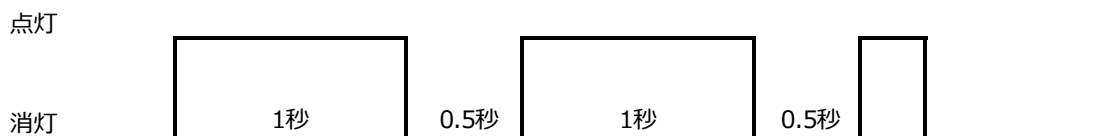

図 1 点滅のタイムチャート
- ① 現在日時を作図構成図に従い 24 時間表記にて表示する。
- ② モータ 1 が回転している時は回転数を作図構成図に従い表示する。
- ③ 回転数の表示は正回転中には正数、逆回転中は負数で表示する。
- ④ 「PH1」が ON の時は、“コンベヤ材料”が緑色に点灯する。
- ⑤ 「PH1」が OFF の時は“コンベヤ材料”が消灯し、“材料不足”が図 1 に従い赤色に点滅する。
- ⑥ 「PH2」が ON の時は、“ミキシング材料”が緑色に点灯する。
- ⑦ 「PH2」が OFF の時は“ミキシング材料”が消灯し、“材料不足”が図 1 に従い赤色に点滅する。
- ⑧ 2-⑤で「PH1」が ON になった後も表示は保持され、すべての運転操作は出来ない。“材料不足”または、BS1「停止」を押すと“材料不足”が消灯し、“コンベヤ材料”が緑色に点灯する。
- ⑨ 2-⑦で「PH2」が ON になった後も表示は保持され、すべての運転操作は出来ない。“材料不足”または、BS1「停止」を押すと“材料不足”が消灯し、“ミキシング材料”が緑色に点灯する。
- ⑩ 「THR1」が ON した時は、モータ 1,2 を停止させ、SL4「故障」が 0.5 秒で点滅し、“MC1 故障”が図 1 に従い赤色に点滅する。(BS3「非常停止」が ON している時は SL の表示を優先させる。)
- ⑪ 「THR2」が ON した時は、モータ 1,2 を停止させ、SL4「故障」が 0.5 秒で点滅し、“MC2 故障”が図 1 に従い赤色に点滅する。(BS3「非常停止」が ON している時は SL の表示を優先させる。)
- ⑫ 2-⑩で「THR1」が OFF になった後も表示は保持され、すべての運転操作は出来ない。“MC1 故障”または、BS1「停止」を押すと SL4「故障」が消灯し、“MC1 故障”が消灯する。
- ⑬ 2-⑪で「THR2」が OFF になった後も表示は保持され、すべての運転操作は出来ない。“MC2 故障”または、BS1「停止」を押すと SL4「故障」が消灯し、“MC2 故障”が消灯する。
- ⑭ “M1 コンベヤ”のタイマ設定が 1 から 10 以外の時は、タイマ設定の“M1 コンベヤ”が図 1 に従い赤色に点滅する。
- ⑮ “M2 ミキシング”のタイマ設定が 1 から 10 以外の時は、タイマ設定の“M2 ミキシング”が図 1 に従い赤色に点滅する。
- ⑯ BS3「非常停止」を押したときの条件を以下に示す。
- ・ “非常停止”が図 1 に従い赤色に点滅する。